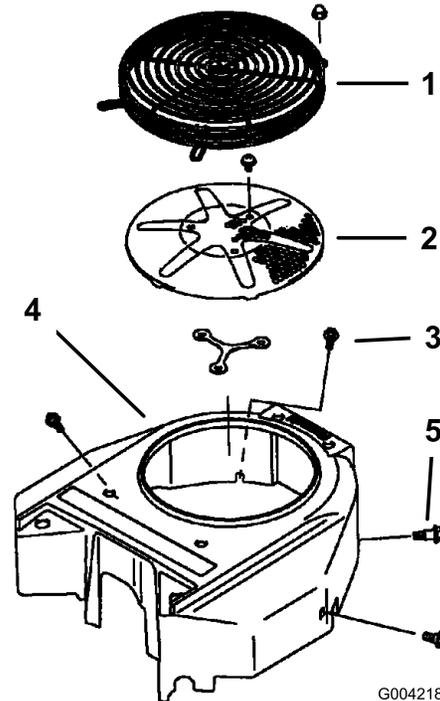

Figura 77
3. Rimuovete la griglia della presa d'aria, l'avviatore autoavvolgente e la sede della ventola (Figura 77).
5. Installate la griglia della presa d'aria, l'avviatore autoavvolgente e la sede della ventola (Figura 77).